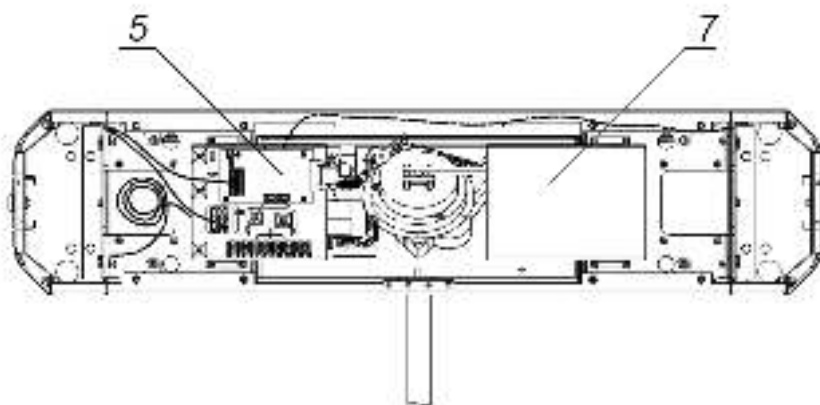

Рисунок 11. Схема прокладки кабелей в стойке турникета:
- 8 Подключите кабель питания (14) к выносной клеммной колодке **X1.1** (см. рис. 11). Подключите кабель (13) ПДУ (12) к клеммной колодке **X1.L** на плате управления (см. рис. 5). Подключите при необходимости кабели от других устройств к соответствующим клеммным колодкам платы управления (см. рис. 5 и рис. 11).
- 9 Проверьте правильность и надежность всех электрических подключений. При помощи самоклеящихся площадок и стяжек из комплекта поставки закрепите все кабели. После подключения всех кабелей и закрепления стойки на полу установите на место крышку (3) (см. разд. 6) и боковые заглушки (10) в порядке, обратном снятию.
- 10 Для установки в рабочее положение преграждающих планок снимите с поворотного механизма крышку (6), отвернув винт M4×25. Отверните болт M8×30, установленный на преграждающей планке (5). Установите преграждающую планку в соответствующее посадочное место и зафиксируйте болтом. Под головку болта установите пружинную шайбу. Затяжка болтов должна обеспечивать надежную фиксацию преграждающей планки (без люфта).
- 11 Повторите операции при установке остальных преграждающих планок. Установите в рабочее положение крышку (6), закрепив ее винтом.
Подключение контроллера к плате управления турникета производится в соответствии с рис. 11.
Передача данных от считывателей осуществляется по интерфейсу *Wiegand*. Подключение считывателей к контроллеру СКУД необходимо производить экранированным кабелем в соответствии с рис. 11. Линии данных от считывателей выведены на контакты выносной клеммной колодки **X1.2** (см. рис. 11 и табл. 3).
* Линии управления светодиодной индикацией считывателей при производстве подключены к клеммным колодкам **XT4**, **XT5** платы управления (см. рис. 11). Для осуществления внешнего управления индикацией от контроллера СКУД необходимо отключить синие и желтые провода считывателей от разъемов **XT4**, **XT5** платы управления, и подключить их к соответствующим контактам выносной клеммной колодки **X1.2**.